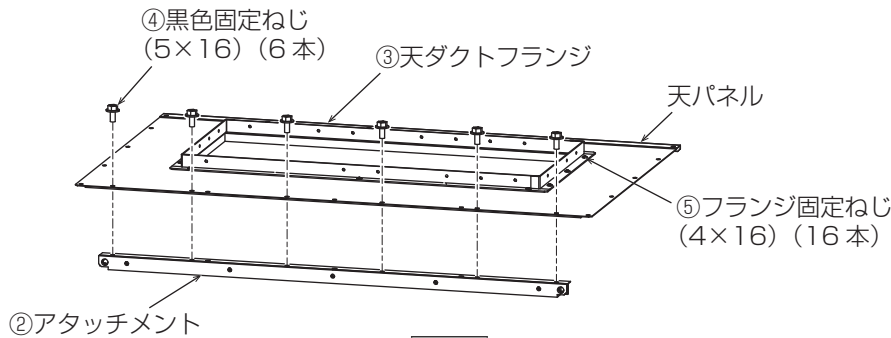

図3
1. 天パネル開口部に③天ダクトフランジを⑤フランジ固定ねじ (16 本) で固定する。・・・図3
2. 天パネルに②のアタッチメントを付属の④黒色固定ねじ (5 × 16) (6 本) で取付ける。・・・図3